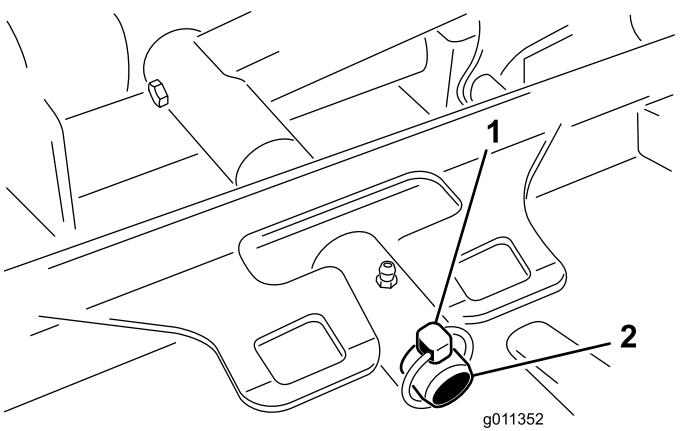

Figura 11
- Retire o pino de sujeição ou porca de bloqueio (apenas GM 4700) que fixa a estrutura de suporte da plataforma ao pino da articulação do braço de elevação (Figura 11).
- Deslize a estrutura de suporte da plataforma até que esta fique sobre o pino da articulação do braço de elevação. Prenda com o pino de sujeição ou porca de bloqueio (apenas GM 4700) (Figura 11).